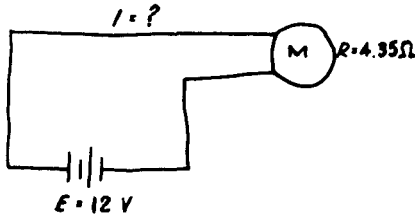

Fig. 9-4. Diagrama para el problema 3.
**Problema 3:** Para emplear un fusible de capacidad adecuada en un circuito de automóvil, es necesario encontrar la corriente necesaria para cierto dispositivo. El dispositivo está conectado a una batería de 12 volts y tiene una resistencia de 4.35 ohms (Fig. 9-4). Encuentre la corriente.